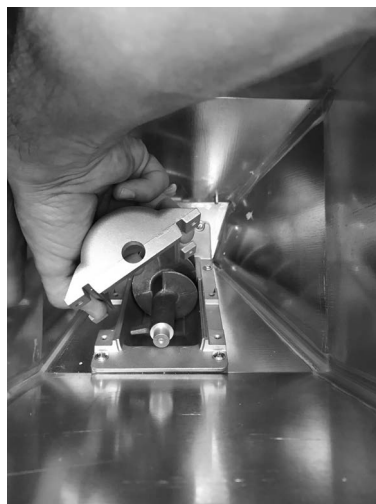

Fig. 79 - Αφαίρεση περιβλήματος
- Αφαιρέστε το περίβλημα (δείτε **Fig. 79**).